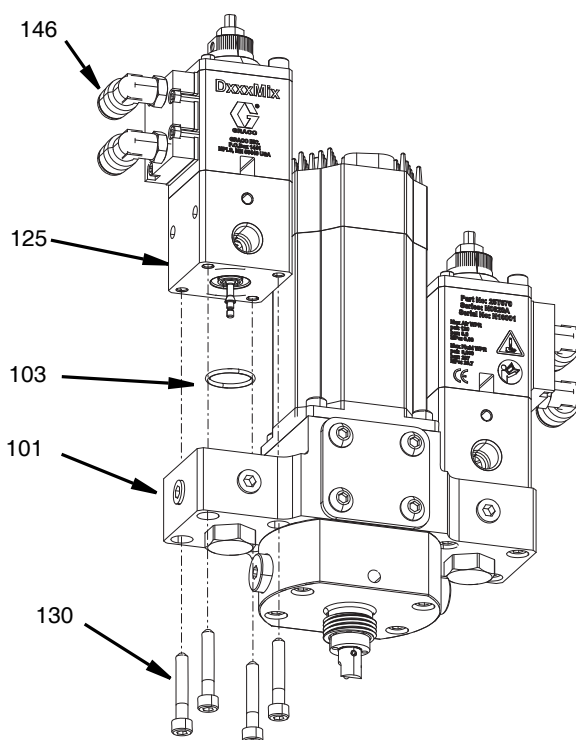

FIG. 28
3. Remova os tubos redondos de nylon de 5/16" (141) dos encaixes curvos (146).
4. Retire os quatro parafusos (130) que seguram a válvula (125) ao compartimento base (101) usando uma chave sextavada de 4 mm.
5. Remova a gaxeta do O-ring (103). Consulte a FIG. 28.